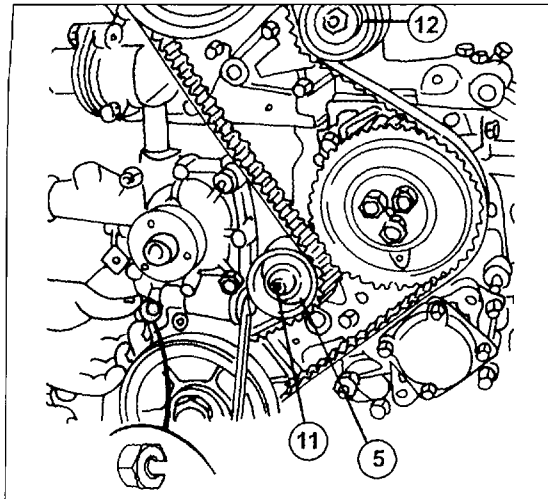

Bild 115
- Einen Schraubendreher in der in Bild 115 gezeigten Weise ansetzen und die Riemenrollen (5) damit nach links drücken. Die Mutter (11) lösen und gleichzeitig den Riemenpannerkolben mit dem Schraubenzieher zusammendrücken, bis er auf der anderen Seite heraus kommt. Die Mutter (11) mit der Spannrolle (5) in der neuen Stellung anziehen. Um zu verhindern, dass sich der Kolben wieder zurückstellen kann, die in Bild 38 gezeigte Mutter einschieben (siehe Bild 115, unten links). Wie bereits erwähnt, muss die Mutter auf einer Seite aufgesägt werden, sodass sie sich über den Kolben schieben lässt. Nachdem der Kolben (8) festgestellt ist, kann die Spannrolle (12) ausgebaut werden.